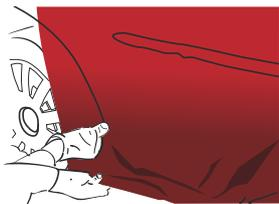

Figure 10
- ▶ Appliquer le relief avec le doigt ou la raclette plastique recouverte de feutrine. (FIG. 10)